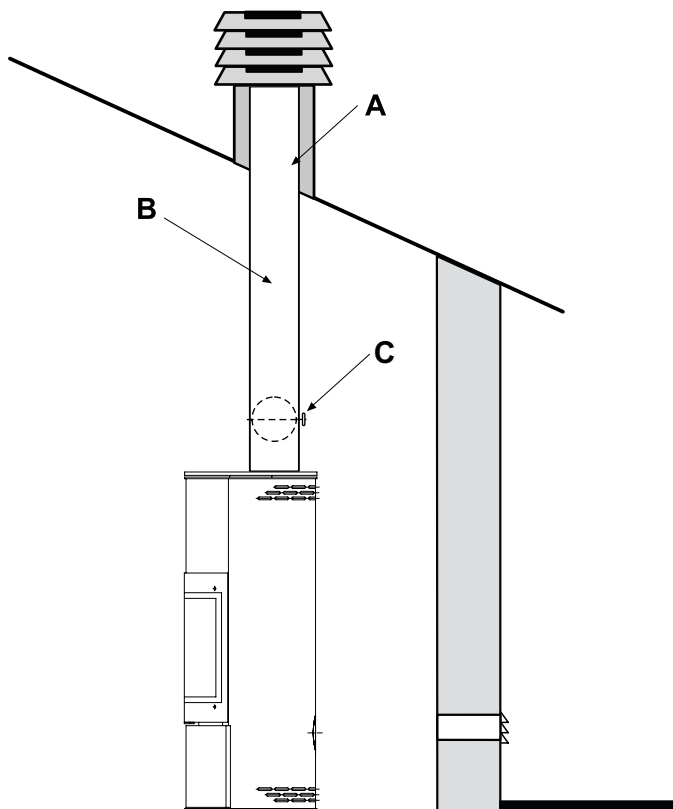

Fig. 5.5.2
- ! **En cas de conduit de cheminée présentant une large section, il est nécessaire de « l'intuber »** avec une canalisation en acier (le diamètre étant fonction du parcours), isolée de manière appropriée (Fig. 5.5.2).
Il est opportun d'installer un dispositif (C Fig. 5.5.2) de réglage du tirage dans le canal de fumée.
- ! - **En caso de cañón con sección mayor, es necesario "entubar" el cañón con una tubería de acero (de diámetro en función del recorrido) oportunamente aislada (Fig. 5.5.2).**
Es oportuno instalar un dispositivo (C Fig. 5.5.2) de regulación del tiro en el canal de humos.
- Abrir completamente la válvula de humo (C Fig. 5.5.2).